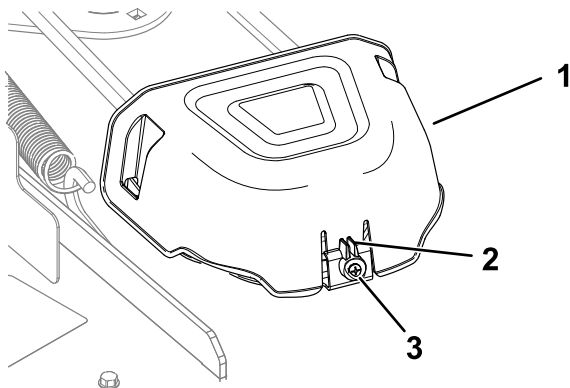

Figura 55
5. Slăbiți urubul și împingeți proeminența spre interiorul capacului, pentru a îndepărta capacele fuliei (Figura 55).